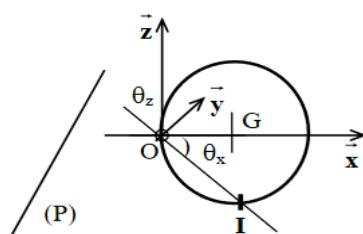

Figure V.5
Exercice 04. Une sphère de masse m, de centre G, de rayon R, est mobile autour d'un point fixe O de sa surface. Elle roule sans glisser sur un plan horizontal P, P est situé à la distance R du point O, et I le point de contact de la sphère avec le plan (P) (Figure V.5).